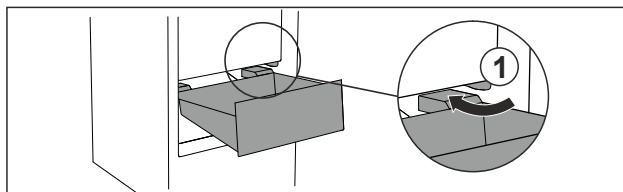

Fig. 102
- ▶ Preved'te zásuvku šikmo okolo zarážok Fig. 102 (1).